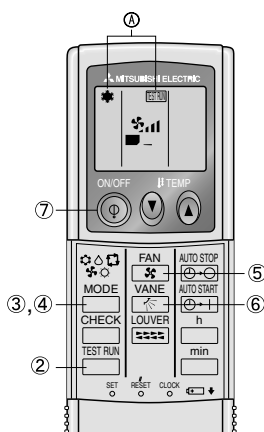

Fig. 7-2
7.2.2. Utilisation de la télécommande sans fil (Fig. 7-2)